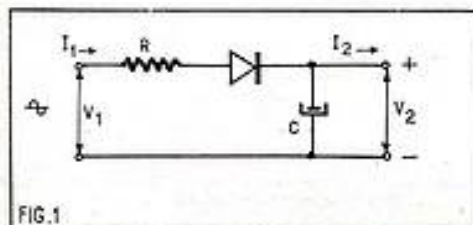

FIG. 1
La figure 1 montre l'emploi d'un tel redresseur dans le montage classique de redressement d'une seule alternance. La diode peut être, par exemple, une OA210 de La Radiotechnique. Pour une tension efficace du secteur de 127 V (V_1), avec une résistance de protection de 4 Ω (R), un condensateur de filtrage (C) de 200 μ F, on obtient une tension de sortie redressée (V_2) de 150 V sous 500 millis, ou de 170 V sous 100 millis. C'est largement suffisant pour alimenter un récepteur et l'encombrement de l'alimentation est surtout celui de l'électrochimique.
Revenons à notre figure 1. Comme nous ne redressons qu'une alternance, nous pou-
Si la tension alternative d'entrée est supérieure à celle admissible par la diode, il suffit de mettre plusieurs diodes en série. Reprenons par exemple, le montage de la figure 1, mais, au lieu d'une seule diode OA210 supposons-en deux en série. Réduisons la valeur du condensateur de filtrage à 100 µF. Portons celle de la résistance de protection à 7 Ω. On pourra appliquer une tension d'entrée efficace de 220 V et obtenir pour V2 une tension de 255 V sous 500 millis ou de 270 V sous 100 millis.